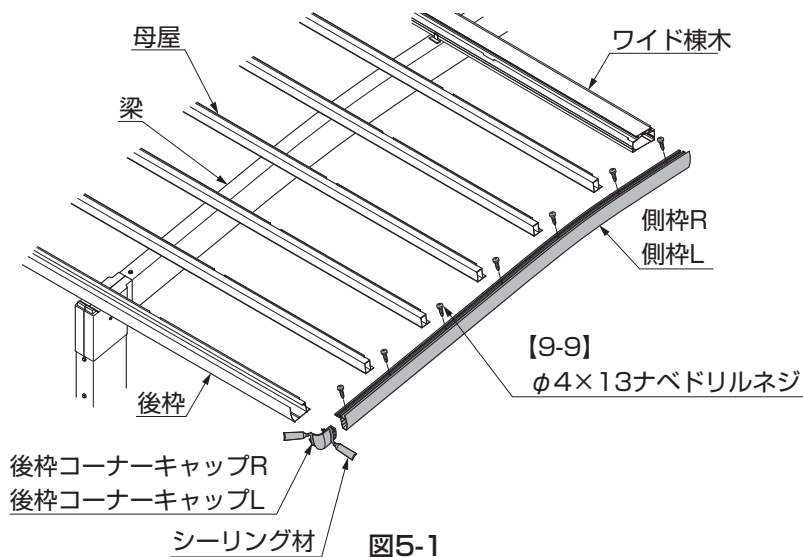
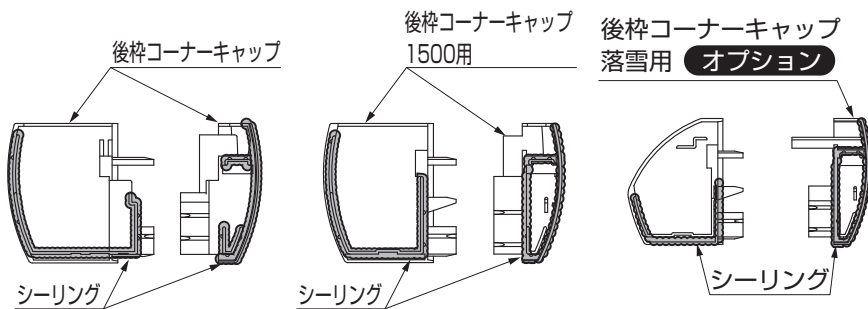

図5-1
図5-2
- ① 後枠コーナーキャップR・後枠コーナーキャップLにシーリング材を充てんして、側枠R・側枠Lに取付けてください。(図5-1、図5-2参照)
- ② 後枠・母屋・ワイド棟木に側枠R・側枠Lの穴に合わせて【9-9】で取付けてください。(図5-1参照)